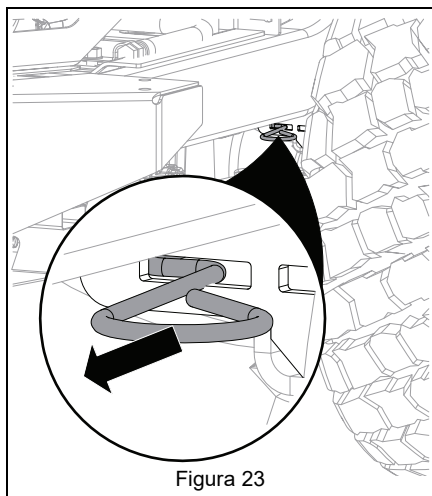

Figura 23
2. Ponga ambas palancas de derivación de los transejes en posición de derivación. Consulte Figura 23.